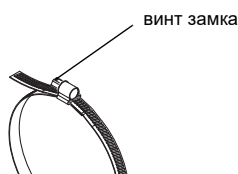

Рис. 8.20: Стальная лента с клеммным замком
- Разместите стальную ленту вокруг трубы и протяните ее через замок (смотри Рис. 8.20).